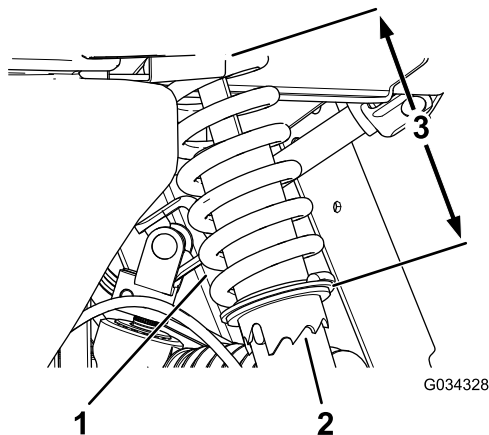

Figura 53
1. Utilizzando l'attrezzo Toro n. 6010, ruotate il collare sull'ammortizzatore per cambiare la lunghezza della molla (Figura 53).